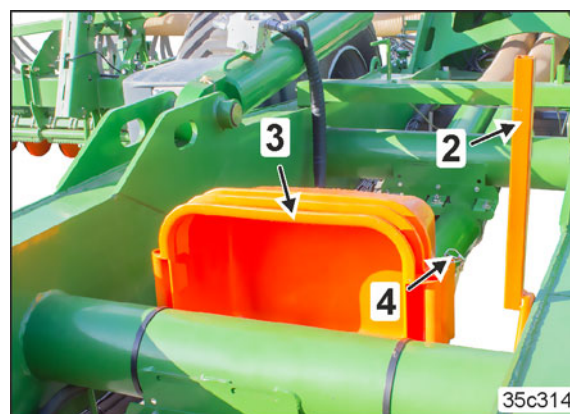

Fig. 66
Tăvile de calibrare sunt introduse una în alta atunci când nu sunt folosite și fixate cu un șplint rabatabil (Fig. 66/4), în suportul de transport.
- Citan 15001-C (Fig. 66/3)
- Citan 15001-C (Fig. 66/2)